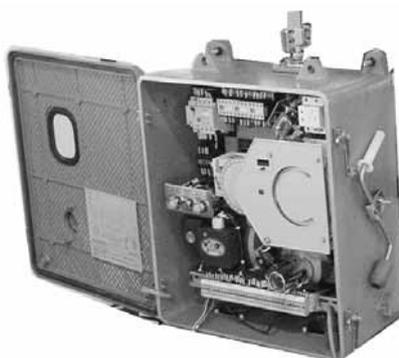

Fig.6 Mecanismo de accionamiento motorizado CMA9
2.1.1 Cubierta: véase en la Fig. 6 la brida del cabezal del cambiador de tomas con volante en la cubierta. La fuerza se transmite desde el volante al eje de accionamiento y seguidamente a los contactos móviles del sistema de contactos, a través de la caja de acoplamiento.
La brida del cabezal y el sistema de contactos es el mismo que los del cambiador de tomas con accionamiento manual inferior. En "Instrucciones de funcionamiento de CMA9" se especifica la unidad de accionamiento motorizado (Fig. 6).